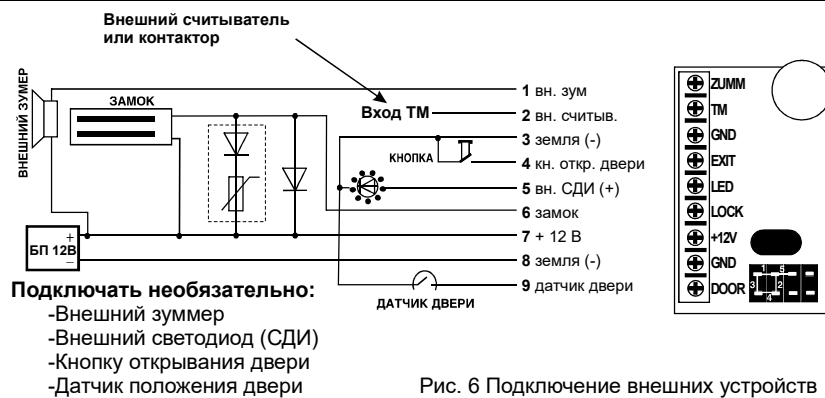
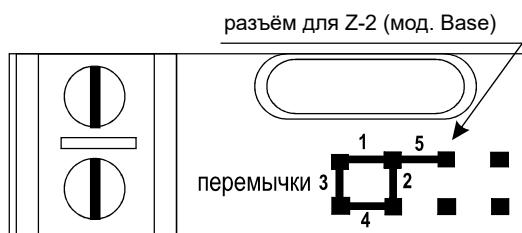

Рис. 6 Подключение внешних устройств
Рис. 3 Положение перемычек
4. Установите защитный диод (см. рис.6). В случае, если замок электромеханический, установите перемычку в положение 1 (см. рис.3).
После этого время срабатывания (открывания) электромагнитного замка может возрасти на 1-3 секунды по сравнению с работающей схемой гашения тока. Если такое увеличение времени неприемлемо, то рекомендуется последовательно с диодом установить варистор на напряжение до 14 вольт и рассеиваемой энергией от 0,7 Дж (рекомендуется V8ZA2P) (см. рис.6).
В комплект поставки контроллера Z-5R входит переключатель, который используется для программирования контроллера (всего пять положений) (см. рис.3).